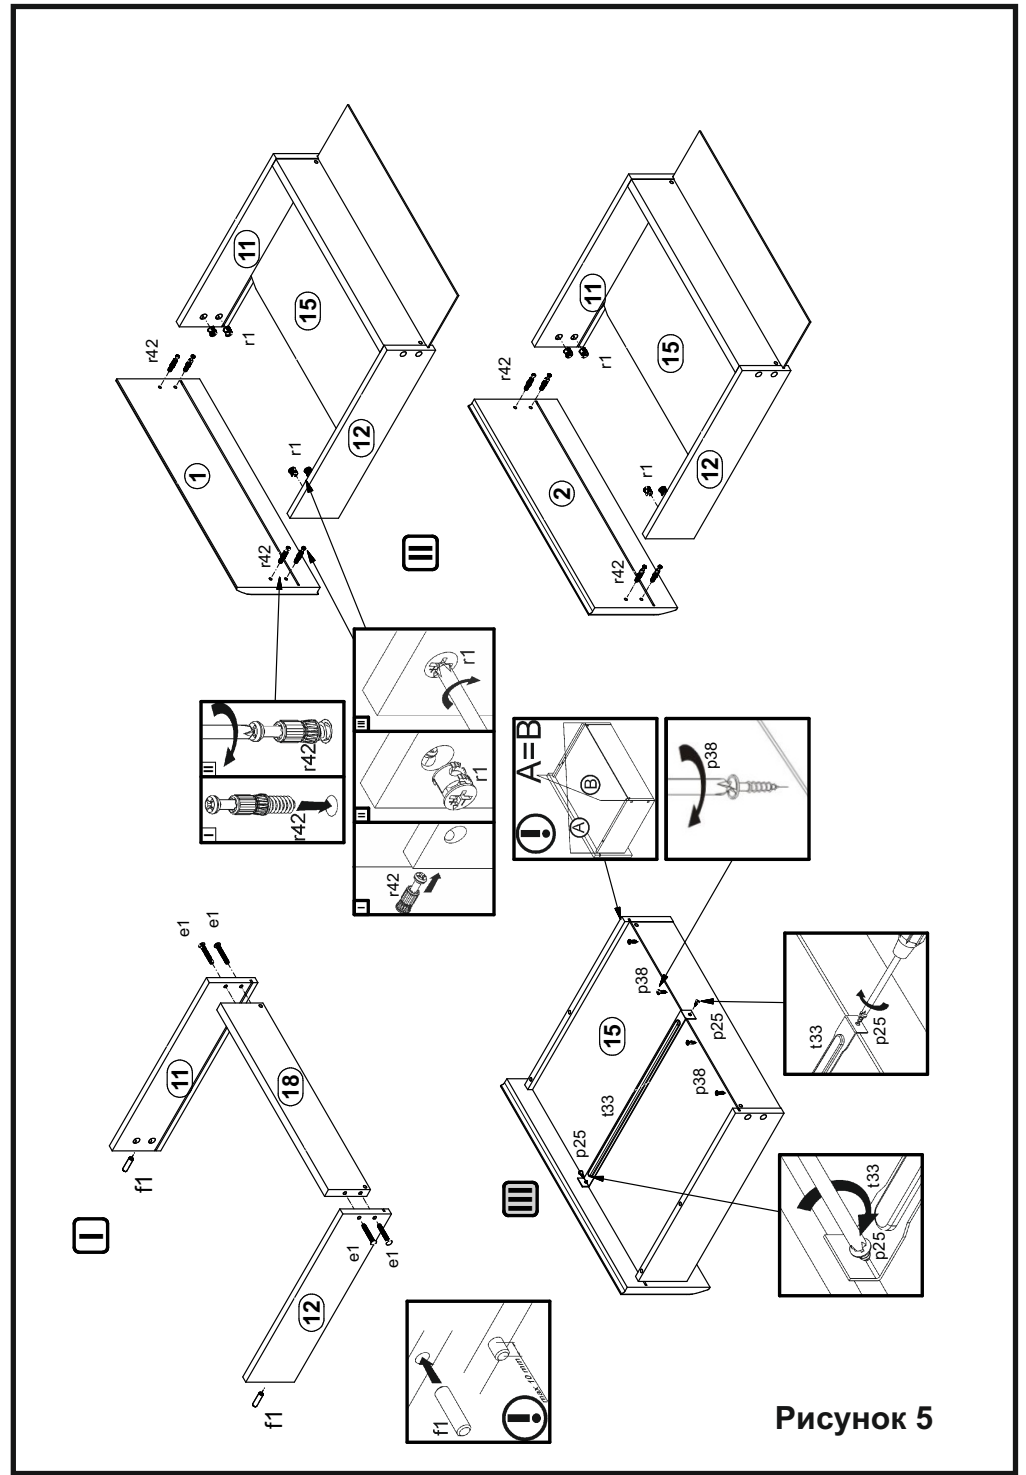

Рисунок 5
15. В отверстия Ø8 мм на передних кромках стенок боковых ящиков 11, 12 вбить деревянные шканты f1 (см. рис. 5).
16. В отверстия Ø15 мм на внутренних поверхностях стенок боковых ящиков 11, 12 вставить стяжки эксцентриковые r1 (см. рис. 5).
17. Соединить детали 11, 12, 18 с помощью конформатов e1, пользуясь ключом z1, вставить в пропилы на боковых и задних стенках собранных корпусов ящиков дно ящика 15 (см. рис. 5).
18. В отверстия Ø5 мм на внутренних поверхностях панелей ящиков 2, 1 вкрутить винты стяжки r42 (см. рис. 5).
19. Соединить панели ящиков 2, 1 с корпусами ящиков при помощи шкантов f1 и винтов стяжек r42 и затянуть эксцентриковые стяжки r1 при помощи отвертки. Закрепить стяжки эксцентриковые r1 на стенках боковых ящиков 11, 12 заглушками s2 (см. рис. 5).
20. Перевернуть ящики дном вверх и зафиксировать дно ящика 15 с помощью фиксатора dna ящика t33 и шурупов p25 (см. рис. 5).